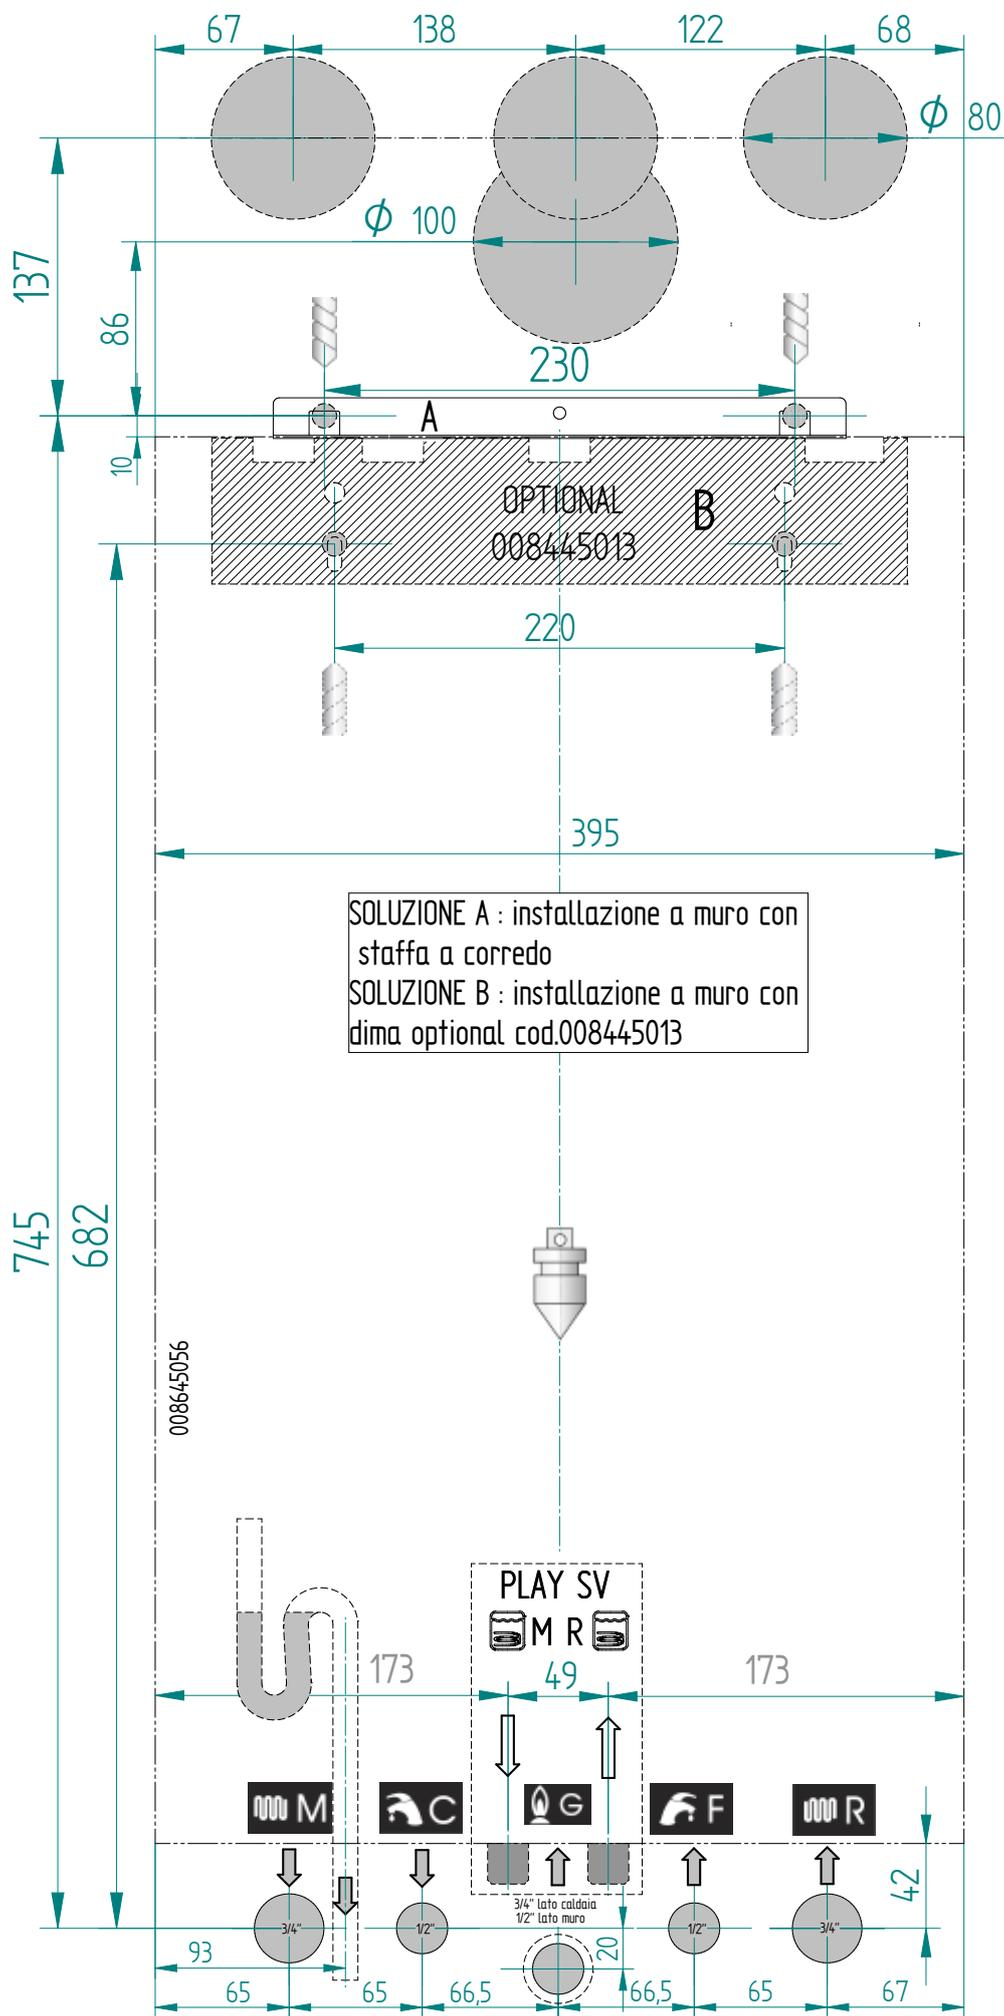

fig. 5
- c) la dima di fissaggio della caldaia al muro (fig. 5).
Ogni apparecchio è corredato di un'apposita dima in carta contenuta nell'imballo (fig. 5).
- fissare la dima (fig. 5) alla parete;
- realizzare nel muro i fori per i tasselli di fissaggio scelti per la staffa di sostegno della caldaia (staffa A in fig. 5);
- posizionare i raccordi per l'allacciamento della condotta di alimentazione del gas (G), della condotta di alimentazione dell'acqua fredda (F), dell'uscita acqua calda (C solo modello Play Entry), della mandata secondaria verso il bollitore (solo modello Play Entry SV), del ritorno secondario dal bollitore (solo modello Play Entry SV), della mandata riscaldamento (M) e del ritorno riscaldamento (R) in corrispondenza degli stessi punti sulla dima (parte inferiore);
- realizzare nel muro i fori per i tasselli di fissaggio scelti per la staffa di sostegno della caldaia (staffa B (008445013) in fig. 5);
- smontare e rimontare al contrario la staffa standard (A) sulla caldaia;